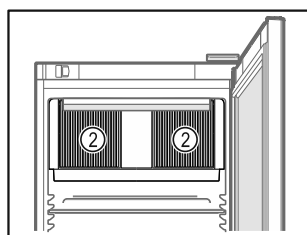

Fig. 59
- ❑ Не закрывайте вентиляционную щель Fig. 59 (2) вентилятора циркуляционного воздуха во внутренней камере.